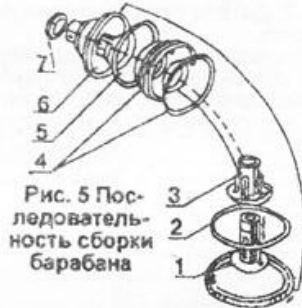

Рис. 5 Последовательность сборки барабана
6.3. Сборку барабана (рис. 5) проводить в следующем порядке: